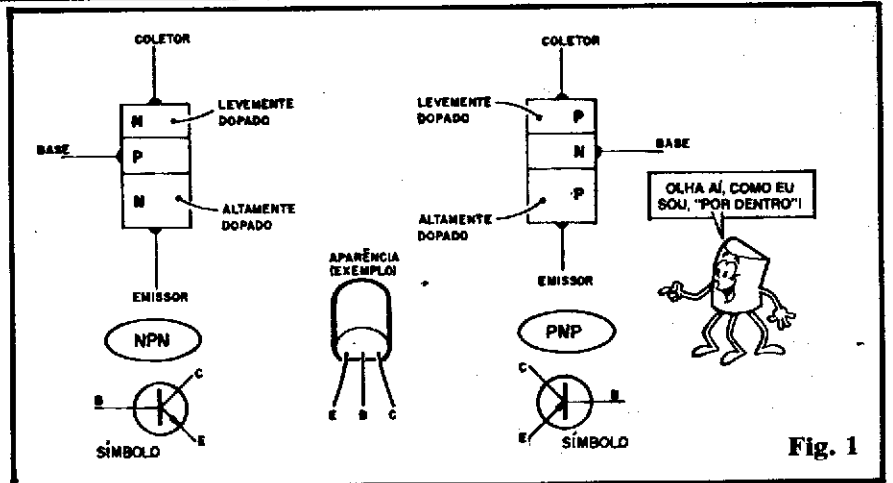

Fig. 1
- FIG. 1 - Construção física do TRANSÍSTOR BIPOLAR. No centro da figura vemos, a título de exemplo, a APARÊNCIA de um transistor comum, de baixa potência. À esquerda temos a estrutura semicondutora interna e o símbolo de um transistor de polaridade